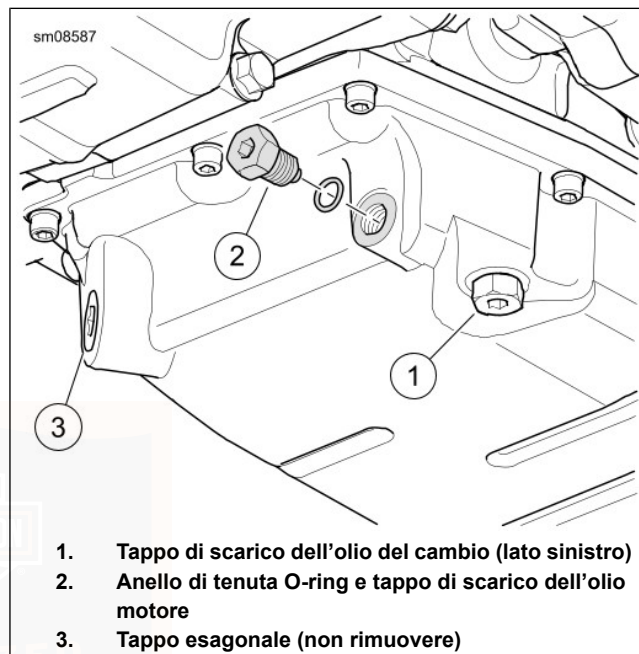

Figura 61. Coppa dell'olio
3. Vedere Figura 61 . Rimuovere il tappo di scarico dell'olio (2) e l'anello di tenuta O-ring. Fare defluire completamente l'olio.